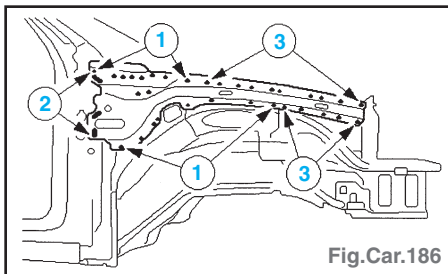

Fig.Car.186
- Souder par bouchonnage (1), en cordon continu sous gaz protecteur (2) et par points (3) (Fig.Car.186).